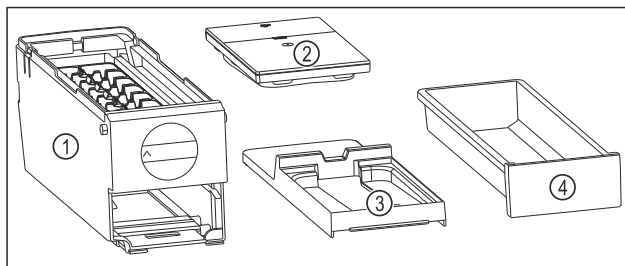

Fig. 93 Съставни части на EasyTwist-Ice
- EasyTwist-Ice е разглобен на четири части. (виж Fig. 93)
- Разглобявайте EasyTwist-Ice само на изобразените съставни части. (виж Fig. 93)
- Почистете корпуса на EasyTwist-Ice Fig. 93 (1) като едно цяло.